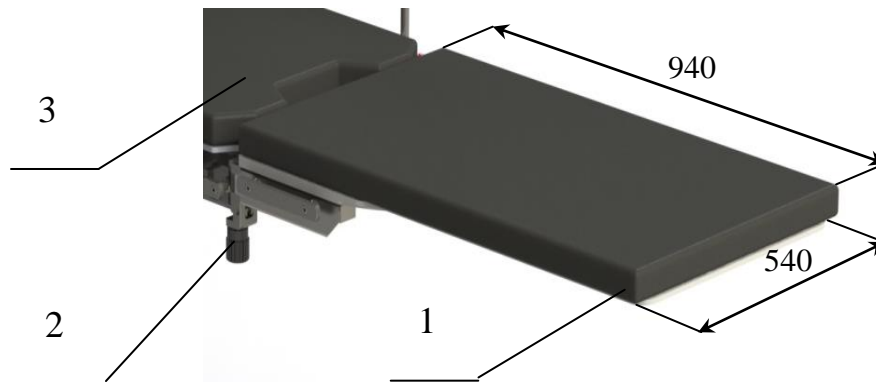

Рисунок 9. Секция удлинительная рентгенопрозрачная.
1. Секция удлинительная (опция) (Рисунок 9) используют для увеличения рентгенопрозрачной зоны стола. Секция крепится на кронштейны центральной секции 3 и фиксируется винтами 2. Накиньте зацепы на кронштейны центральной секции и, наклоня секцию вниз, установите её в рабочее положение. Зажмите винт 2. Максимальная допустимая нагрузка – 80 кг.